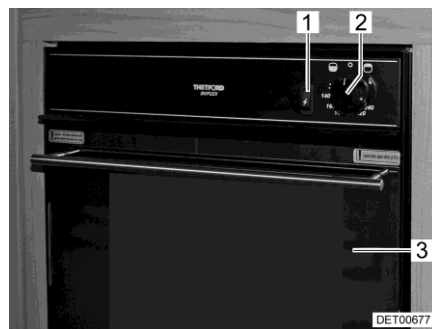
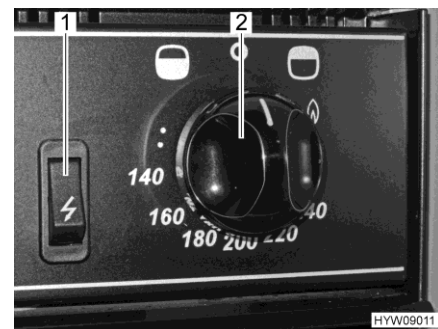

Bild 144 Gasugn med grill
Bild 145 Reglage (gasugn med grill)
- Öppna ugnsluckan (Bild 144,3) helt.
- Tryck vridregulatorn (Bild 144,2 och Bild 145,2) och ställ den moturs (i riktning mot ugn-symbolen "🔥") till maximal ställning.
- Tryck på vridregulatorn (Bild 144,2 och Bild 145,2) under 5 till 10 sekunder. Gasen strömmar till brännaren.
- Tryck på tändaren (Bild 144,1 och Bild 145,1) tills lågan tänds.
- Tryck vridregulatorn (Bild 144,2 och Bild 145,2) och ställ den medurs (i riktning mot grill-symbolen "🍷") till flammans symbol.
- Vrid med vridregulatorn (Bild 144,2 och Bild 145,2) till "O". Flammen slocknar.